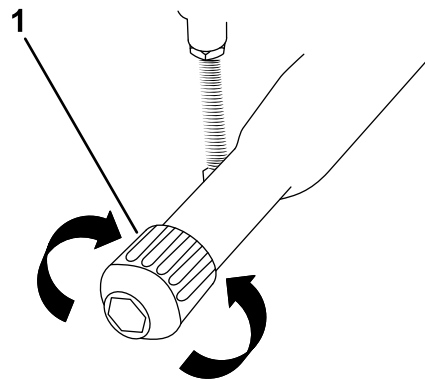

Figura 31
- **Para aflojar el freno de estacionamiento:**(Figura 31).
4. Gire el pomo de ajuste del freno de estacionamiento en sentido **antihorario** (Figura 31).
- **Para apretar el freno de estacionamiento:**(Figura 31).
4. Gire el pomo de ajuste del freno de estacionamiento en sentido **horario** (Figura 31).